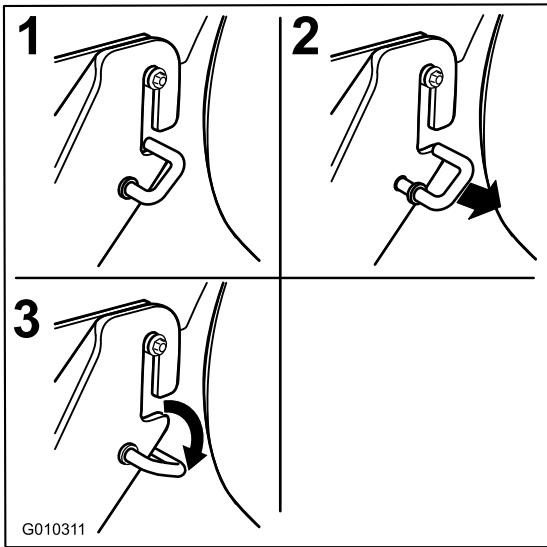

Bild 74
- Bewegen Sie an beiden Seiten des Mähwerks die gefederten J-Haken aus dem Schlitz in den hinteren Hängeprofilhalterungen (Bild 74).